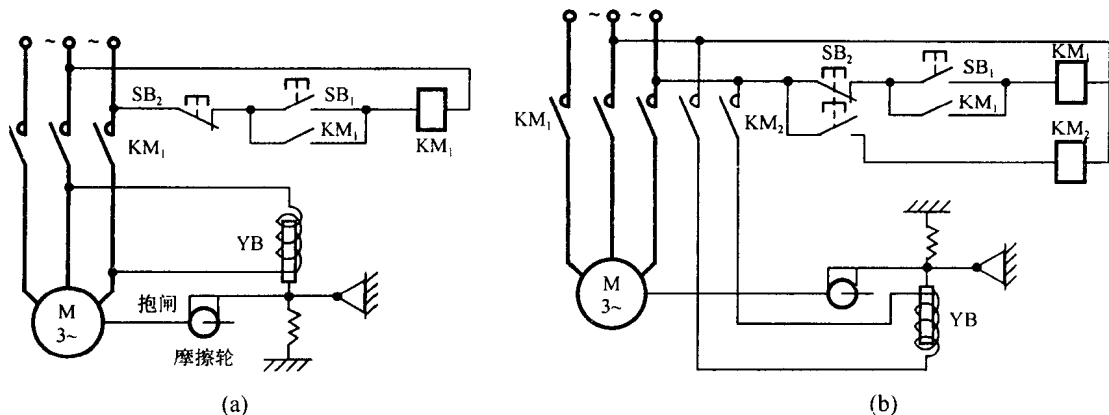

图 8.2 例 8-2 图
**解** 采用电气制动使电动机停转的方法都会使电动机继续发热而产生热损耗,而电气的反接制动又太强烈,甚至会把齿轮等机械打坏,对于经常制动和惯性较大的机械系统来说,常采用电磁铁制动的机械制动。其控制电路如图 8.2 所示,图(a)为断电制动的控制电路,图(b)为通电制动的控制电路。